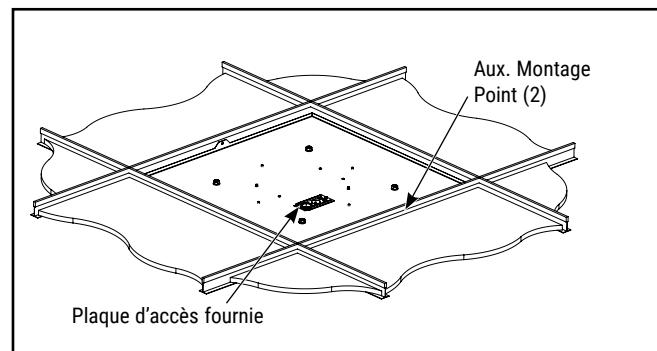

Figure 3.
3. Assurez-vous que l'alimentation électrique n'est PAS sous tension, puis effectuez les connexions d'alimentation dans la plaque d'accès fourni dans la plaque de montage au plafond sur le dessus du luminaire. (Voir la Figure 3)
4. Des points de montage auxiliaires supplémentaires sont à condition de. Chaines, câbles, fils rigides, etc., peut être utilisé pour la structure de soutien au-dessus du luminaire. (Voir la Figure 3)